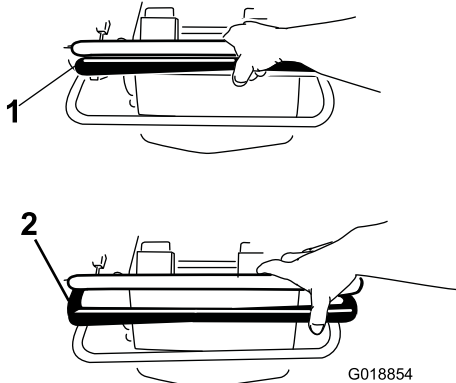

Figura 15
- Para desplazarse hacia adelante, presione la barra de control de tracción hacia adelante (Figura 15). Ajuste la velocidad con el acelerador.
- Para detenerse, suelte la barra de control de tracción (Figura 15).